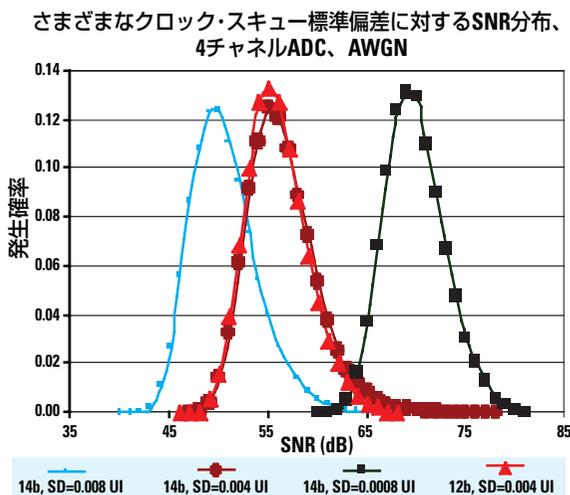

Figure 7. さまざまなスキュー分布を持つ4チャンネル・インタリーブADCシステムのSNR分布
PDFの閉形式はよい教示になりますが、量子化ノイズと併せたクロック・スキューの影響を考慮していません。それらを併せた影響度を調べる1つの方法が、Matlabなどのツールを使ってそれらの要因をモデル化することです。具体例として、時間インタリーブ方式の4チャンネルADCシステムのモデルを作り、Matlabでシミュレーションしました。このモデルで使用したADCには完璧な量子化器を採用したので、ADC出力に含まれる歪みは量子化動作とサンプル・クロック・スキューだけが原因とみなすことができます。従って、クロック・スキューのSNRへの影響度に関しては、現実世界でサンプルした信号にもみられるような他の歪みの影響を一切排除できます。一旦モデルを作って有効性を確認すれば、それを使って、時間インタリーブ方式ADCについてクロック・スキューの標準偏差やADCの数と対照しながらSNR感度を調べることができます。例えば、入力信号が帯域制限された付加的ホワイト・ガウス・ノイズ (AWGN) である場合の14ビットと12ビット分解能のケースについてシミュレーションした結果がFigure 7です。この例ではある1つのガウス信号を用いましたが、これはその統計値が多くの広帯域デジタル信号と類似しているからです。スキューは各々のADCクロック入力に対して1つのランダム変数であることから、このモデルではシミュレーションを数千回行えるようになっています。つまり、ある1つの標準偏差 (単位: UI) を選び、それを使って誤差が平均ゼロのガウス分布から導
き出したランダムでありながら固定値のスキューを各ADCクロックに割り当てて、各シミュレーションを実行します。各シミュレーションについてSNRを計算し、シミュレーションがすべて完了した後にSNR値のヒストグラムを作成します。Figure 7はその作成例です。
Figure 7からわかる重要な点は、クロック・スキューの標準偏差 (SD) にある1つの値を特定した場合、SNR分布は分散していることです (標準偏差は1UI (Unit Interval = 1クロック周期) のフラクショナル値)。次に重要な点は、クロック・スキューの標準偏差が大きくなるとSNRが劣化することで、これは予想通りです。14ビットの場合、クロック・スキューが0.008 UIに達すると、サンプル・ストリームのSNRは大幅に劣化しています。大抵の設計ではSNRの最低限の目標値を満たす必要がありますが、Figure 7のヒストグラム・データを使えば、時間インタリーブ方式ADCを駆動するクロッキング・システムの設計仕様の評価を行うことができます。ある特定のクロック・スキュー分布に伴うSNRについて、90%、95%および99%の信頼区間をヒストグラム・データから推定できるので、設計者はそのような特性を示すクロッキング設計について適合性を判別することができます。